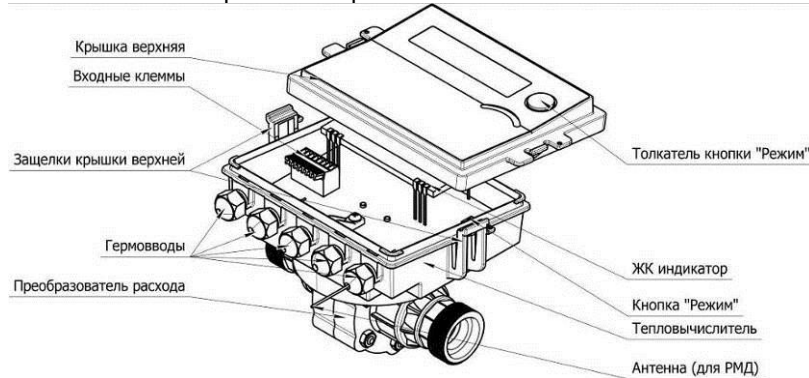

рис. 4.1
**4.1 Основные элементы теплосчетчика изображены на рис. 4.1.**